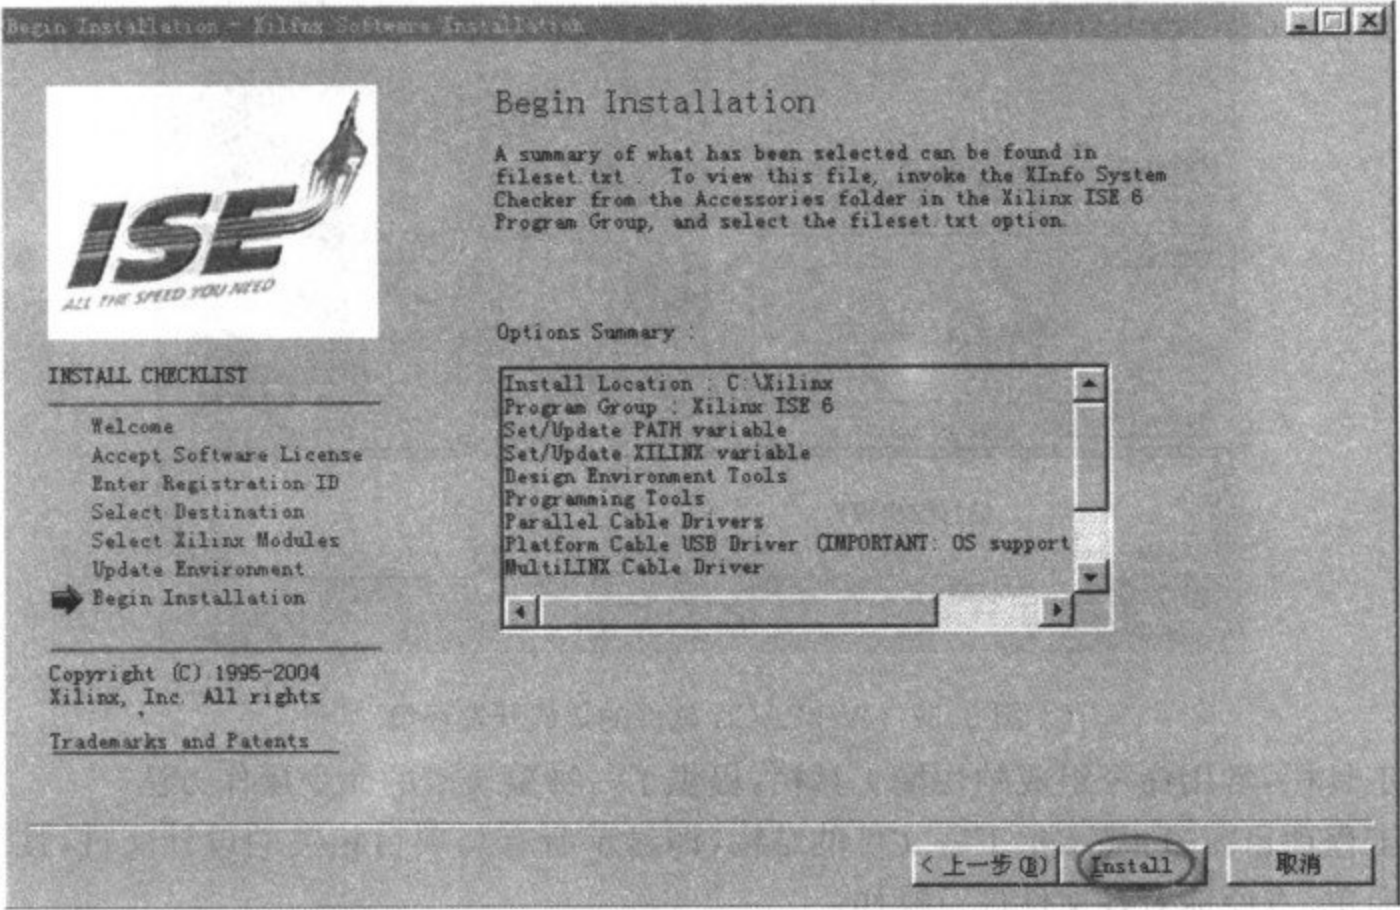

图 3-35 开始安装画面
(3)在出现的开始安装画面中,单击 install,出现安装进度指示界面,提示用户该软件的安装进度,等待安装完毕,如图 3-35 所示。